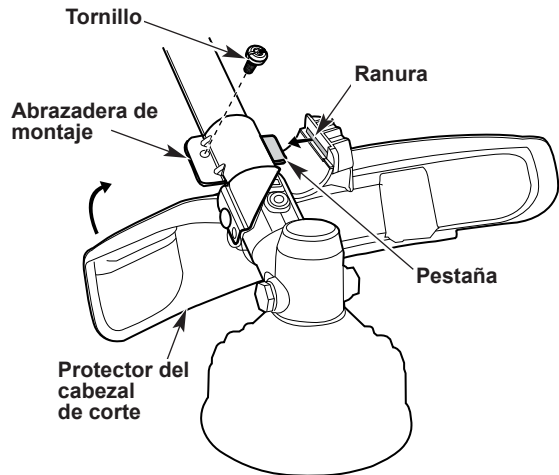

Fig. 1
2. Inserte la pestaña en la abrazadera de montaje en la ranura del protector del cabezal de corte. (Fig. 1).